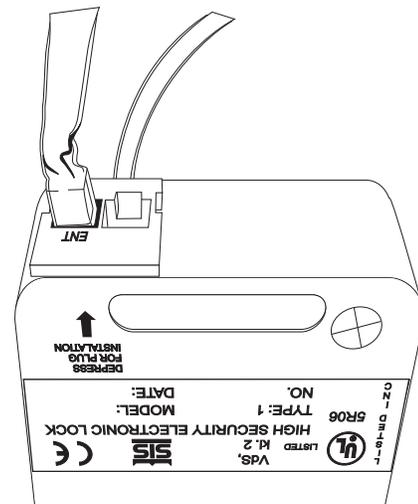

Figura 11
6. Conecte directamente el cable que viene de la botonera al puerto de conexión de la cerradura marcado con ENT (figura 11).